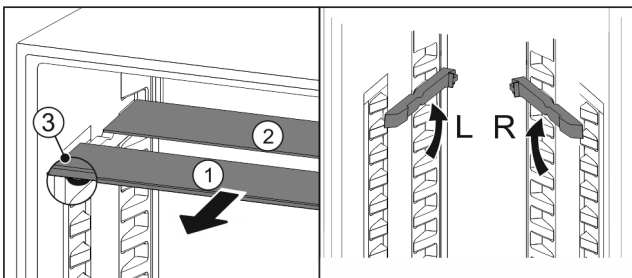

Fig. 137
- Glasplatten einzeln nach vorne herausziehen Fig. 137 (1).
- ▷ Glasplatte Fig. 137 (1) mit Zierleiste liegt vorne.
- ▷ Stopps Fig. 137 (3) zeigen nach unten.